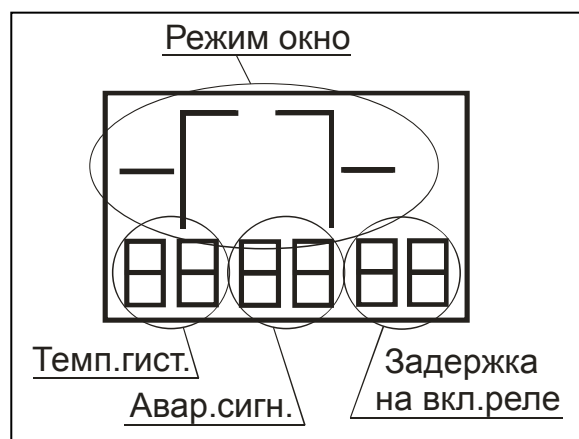

Рис.7
Далее установить требуемое значение температуры гистерезиса и однократно нажать кнопку **В**. На дисплее будет мигать температура аварийной сигнализации (рис.7).
Далее установить требуемое значение температуры аварийной сигнализации и однократно нажать кнопку **В**. Прибор войдет в настройку задержки на включение реле (рис.7).
Далее установить требуемый режим и однократно нажать кнопку **В**. В зависимости от выбранного режима, на дисплее может мигать температура гистерезиса (рис.7).
3. окно (рис.7) - контакты реле прибора (1,2 или 11,12) всегда замкнуты, когда измеряемая температура находится в зоне гистерезиса.